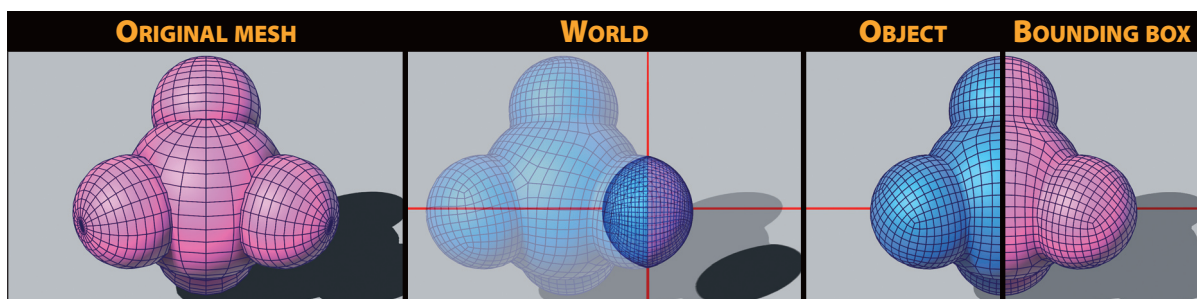

Figura C.28 Effetti del ribaltamento in base al pivot considerato.
- **AXIS POSITION:** indica l'asse di ribaltamento da considerare, e la scelta è tra (Fig. c.28):